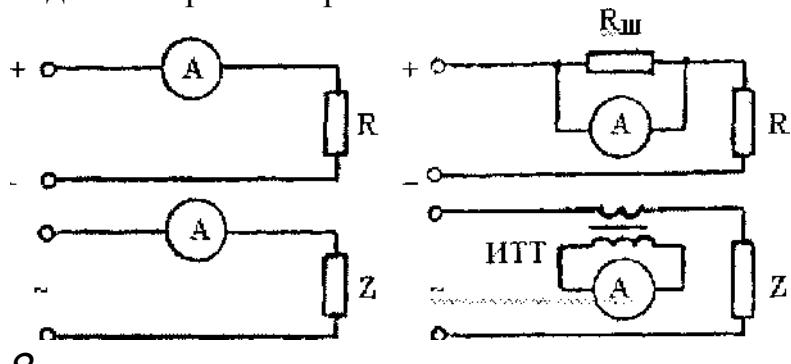
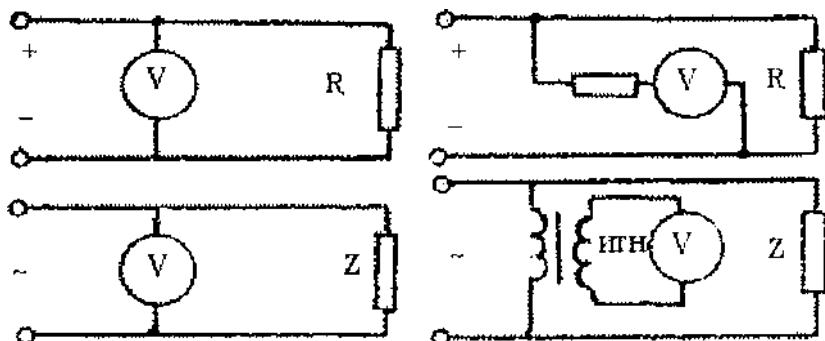
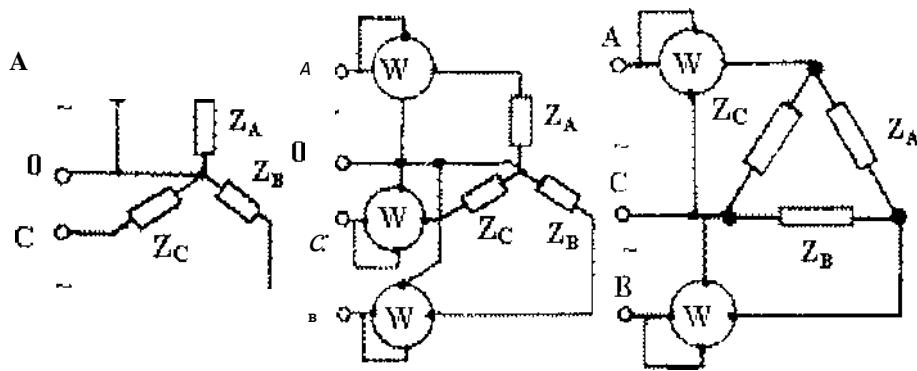
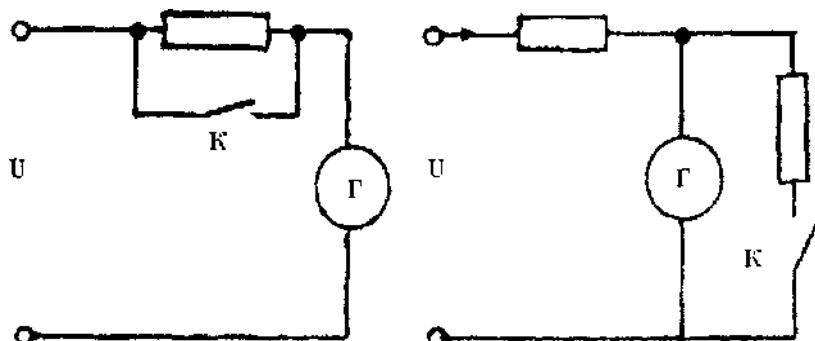

Рис. 1 Схемы измерения тока.
Рис. 2 Схемы измерения напряжения
Рис. 3 Схемы измерения мощности в трёхфазных цепях
Рис. 4 Схема включения омметров (а- последовательная; б - параллельная)
Первые две (рис. 1) предназначены для измерения постоянного тока, а две вторые схемы - для измерения переменного тока.
Измерение напряжения производится вольтметром. Здесь также возможны четыре различных схемы подключения прибора (рис. 2).
- параллельная (рис. 4).
2. Соберите на монтажном стенде схемы рис.1, рис. 2, рис. 3, рис.4.